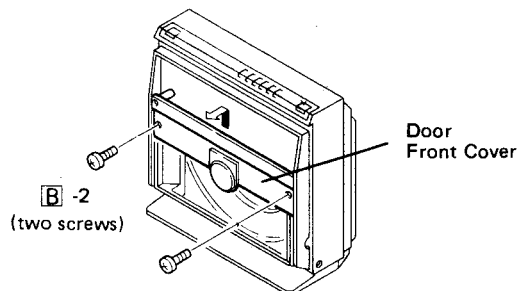

Figure 4-2
2. Remove two screws at the door front cover, and take the door front cover off (first slide it upwards and then pull it frontwards). See Fig. 4-2.
2. Zwei Schrauben von der vorderen Türabdeckung abschrauben, dann die vordere Türabdeckung (durch Schieben nach oben und Ziehen nach vorn) entfernen. Siehe Abb. 4-2.
2. Déposer les deux vis du couvercle avant de la porte, et déposer le couvercle avant de la porte (le glisser d'abord vers le haut et le tirer vers l'avant). Voir la Fig. 4-2.